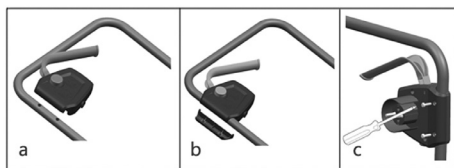

Рис. 3 Установка выключателя
3. Установите выключатель на верхнюю часть рабочей рукоятки. Закрепите коробку выключателя при помощи кронштейна и прилагаемых винтов (Рис. 3) на верхней части рабочей рукоятки.